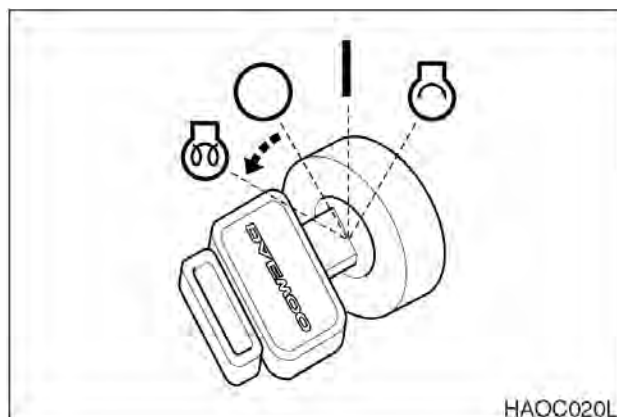
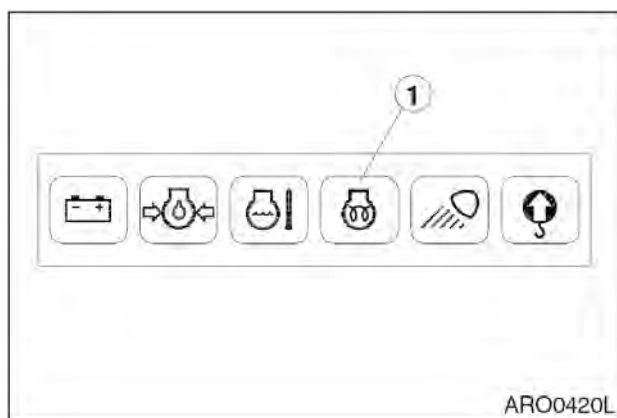

Рис. 10
Рис. 11
4. Повернуть стартер положение предварительного прогрева (PREHEAT), рис. 10. Держать его в этом положении 19 секунд. Когда цикл подогрева завершится, загорится индикатора завершения подогрева (1, рис. 11).